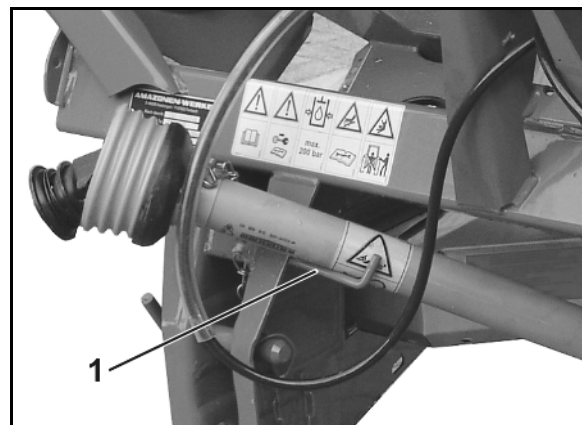

Fig. 35
5. Anbring kraftoverføringsakslen i den tilhørende holder (Fig. 35/1).